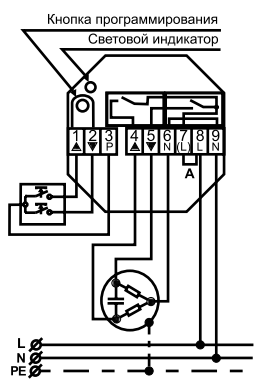

Рисунок 1.
● Ознакомиться со стандартной схемой подключения (см. Рис.1).
- Нажать и удерживать более 4х сек. кнопку программирования (см. Рис.1) в отсутствие подаваемых команд с выключателя или мини-пульта.